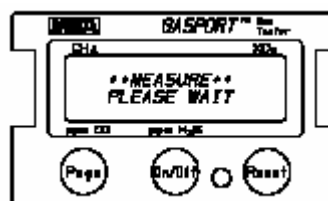

Figura 2-18. Medición: Por Favor Espere
- El desplegado entonces indicará, Figura 2-18.